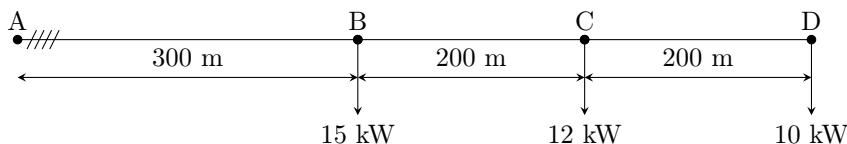

Figura 7.2: Diagrama unifilar del problema 7.12.
- 7.12 (2.5-4.) En la línea trifásica de la figura 7.2 de 400 V, 50 Hz, con cable multiconductor de aluminio en instalación enterrada aislados con XLPE.